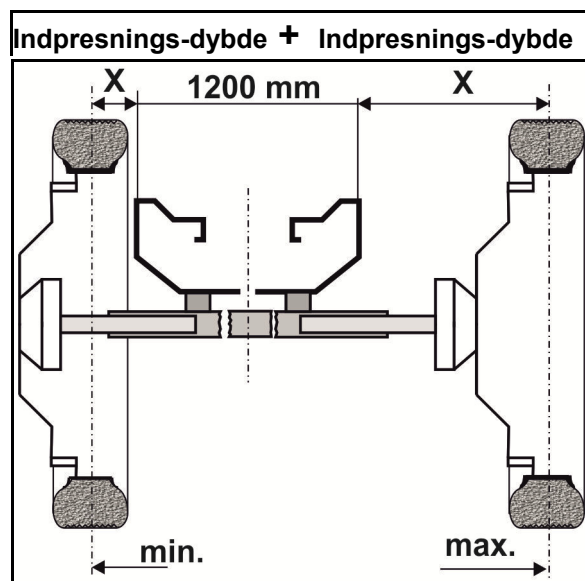

Fig. 104
5. Skub akselhalvparten i den position som De ønsker. Hertil tage målet "x" fra underkanten af grundrammen (Fig. 104/1) til midten af sprøjtes hjul, og skub akslen i den ønskede position.